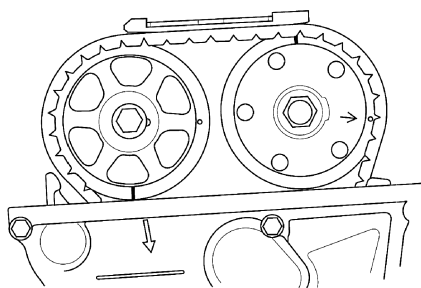

图 2-51 顺时针旋转曲轴
7) 顺时针旋转曲轴 180° (凸轮轴带轮旋转 90°), 见图 2-51。